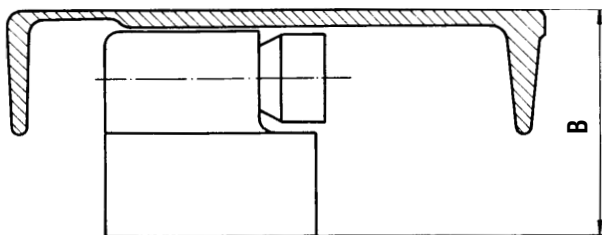

Abb. 20
21. Einstellung der Lage der Nadelstange und der Greiferwelle (Abb. 20, 21)